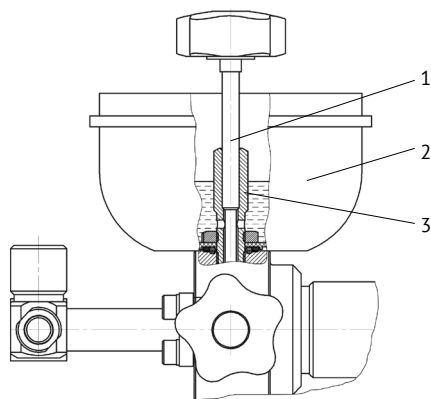

Рис. 3. Вид сбоку
6.4 Заверните иглу вентиля сброса давления 1 (Рис. 3) в резьбовую втулку 3 стакана 2 до упора, не прилагая больших усилий.
6.7 Вращением штурвала 9 по часовой стрелке переместите ходовой винт 11 до упора вперед, затем вращением против часовой стрелки переместите ходовой винт до упора назад. Прокачайте рабочую жидкость в системе до тех пор пока не прекратится появление пузырьков воздуха из отверстий втулки 3 (Рис. 3) стакана.